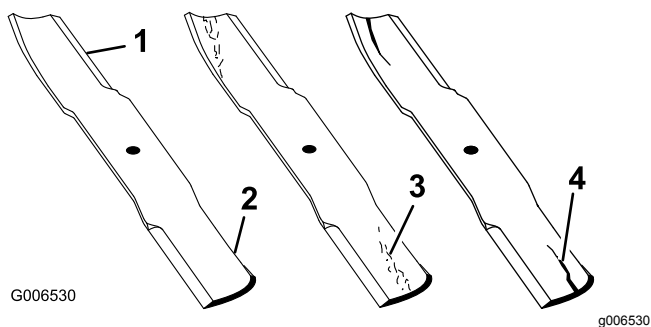

Figura 80
1. Controllare i taglienti (Figura 80).
4. Se notate incrinature, usura o scanalature in questa zona, montare immediatamente una nuova lama (Figura 80).